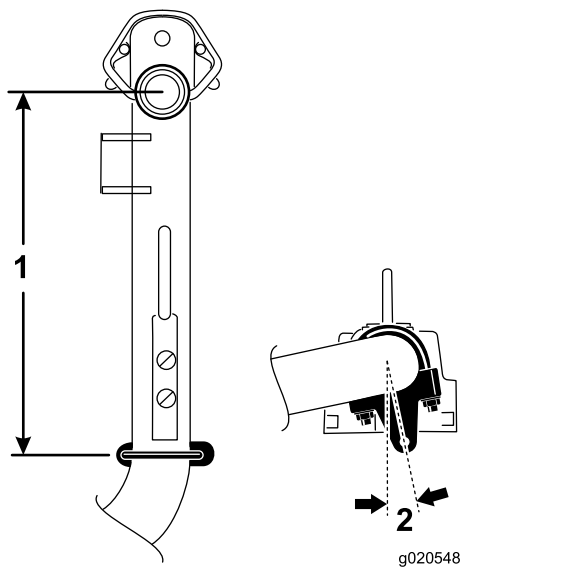

**Figure 6**
4. Sur les bras de levage n° 2 et 3, positionnez les supports et les étriers filetés à 38 cm derrière l'axe du pivot (Figure 6).